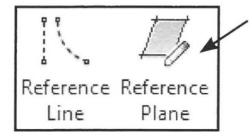

Fig. 05.25. Reference Plane.
- Klik *Create - Reference Plane* (Fig. 05.25).